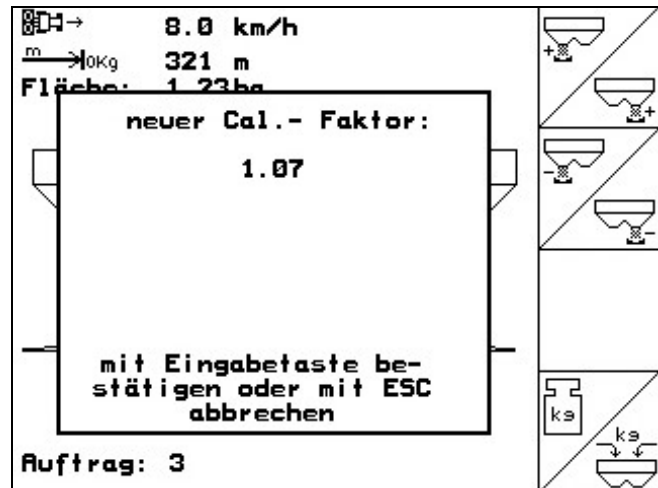

Fig. 36
- Den nye kalibreringsfaktoren vises, og den bekreftes med  eller forkastes med  (Fig. 36).